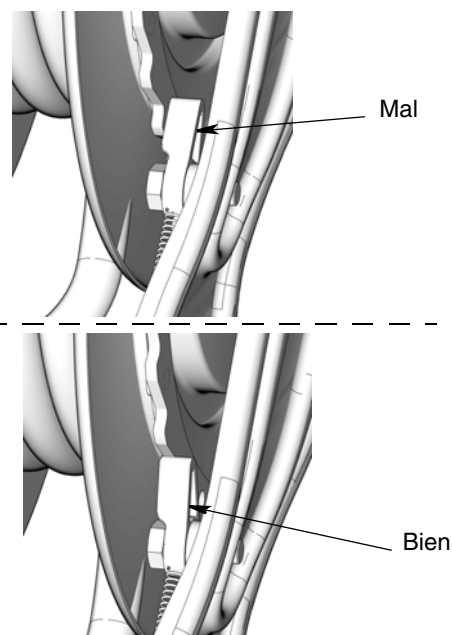

FIG. 4
*Jeter les 4 vis (101) et rondelles (102) supplémentaires fournies dans le kit de plaque de fixation. Ce matériel n'est pas suffisamment solide pour supporter l'enrouleur de cordon, le cordon et les accessoires et doit uniquement être utilisé pour des applications de montage à rail ouvert.
2. Vérifier si le cliquet n'est pas bloqué (FIG. 4). (Consulter également les informations générales sur l'installation à la page 8.)
1. **Montage au plafond uniquement :** Positionner l'enrouleur de cordon de sorte que son socle soit tourné vers le haut. Vérifier si le cliquet n'est pas bloqué (FIG. 4, 9). (Consulter également les informations générales sur l'installation à la page 8.)
1. Vérifier si le cliquet n'est pas bloqué (FIG. 4, 9). (Consulter également les informations générales sur l'installation à la page 8.)